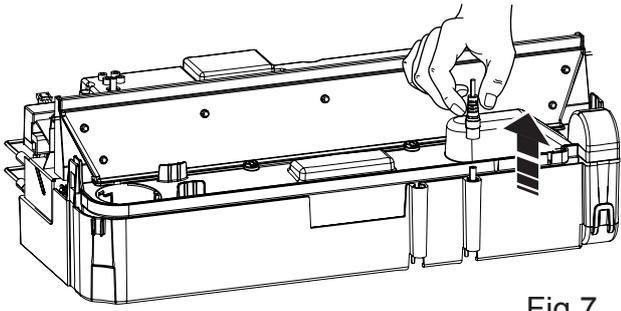

Fig.7
4. Frakoble den elektriske forbindelsen på høyre side av kummen. (Fig. 7).